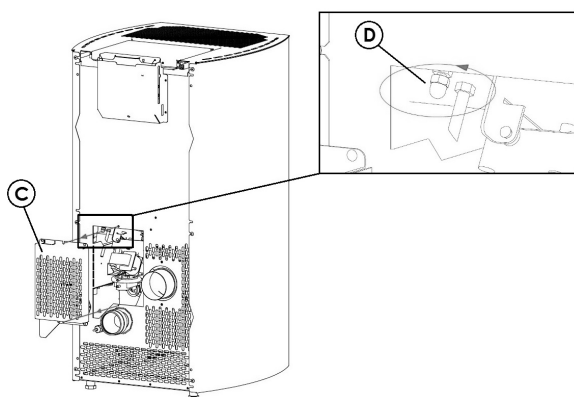

Fig. 76 - Extracción del cárter
- Quite el cárter "C" de inspección en la parte trasera de la estufa (vea **Fig. 76**).